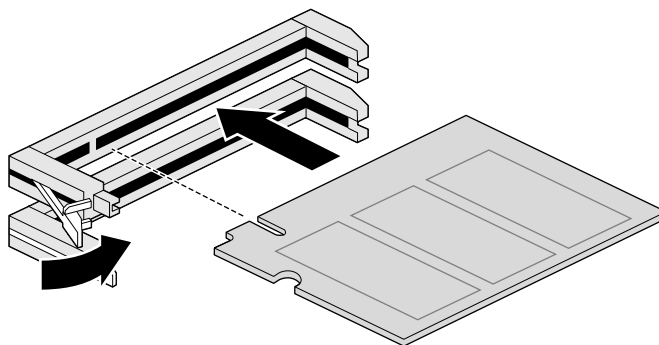

Figura 3-4 Installazione di un modulo DIMM
- Spingere delicatamente il modulo DIMM nell'apposito slot finché la leva non scatta in posizione, come illustrato nella Figura 3-4. Se la leva non scatta, è possibile esercitare su di essa una pressione manuale in modo da bloccare il modulo DIMM.